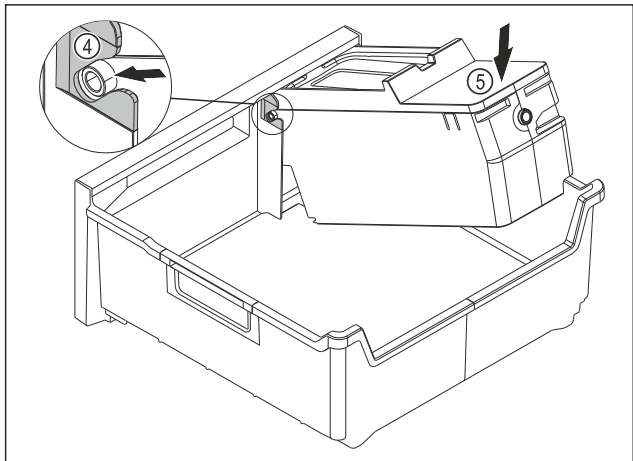

Fig. 86
- ▶ Montar el cuerpo del EasyTwist-Ice: Introducir los ejes del cuerpo del EasyTwist-Ice en las guías Fig. 86 (4).
- ▶ Presionar el cuerpo del EasyTwist-Ice Fig. 86 (5) hacia abajo por detrás.